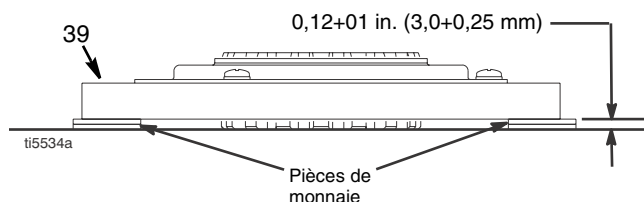

FIG. 8
- FIG. 8. Poser 2 fois 2 pièces de monnaie sur la surface lisse de l'établi.
- Déposer l'induit (39) sur les pièces de monnaie.